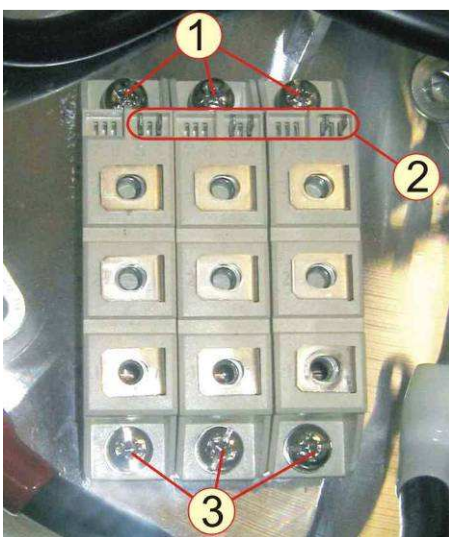

Рисунок 7.23
7.11.4 Вкрутить винты 1 и 3 (рисунок 7.23) для предварительного крепления модуля.